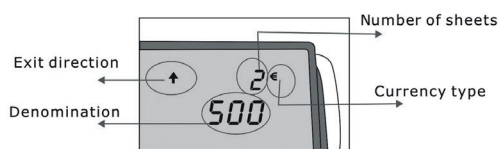

Fig. 3
1. Per visualizzare il rapporto dei rilevamenti effettuati, premere il tasto direzionale e il rapporto di rilevazione. Premere lo stesso pulsante per visualizzare ogni rilevamento effettuato (fig. 3)